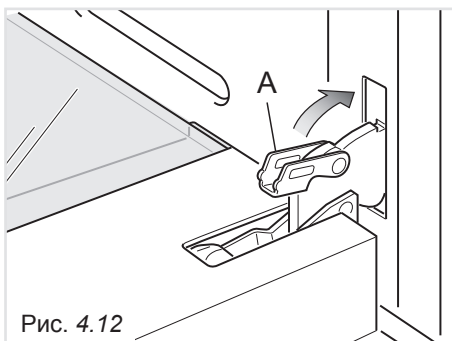

Рис. 4.12
- Полностью откройте дверцу духового шкафа и замкните рычаг “А” на левом и правом шарнирах (Рис. 4.12)